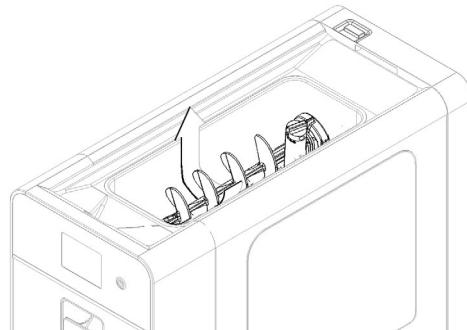

figure 17
- 2** Se il est présent, retirez le mélangeur de bassin supérieur. (voir figure 17)